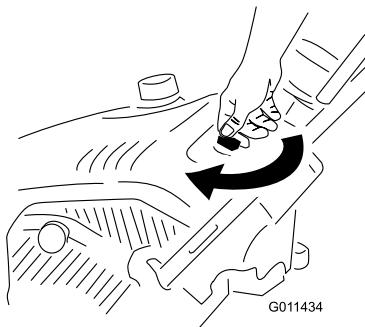

Figure 13
- Tournez la clé dans le sens horaire en position contact établi (Figure 13).